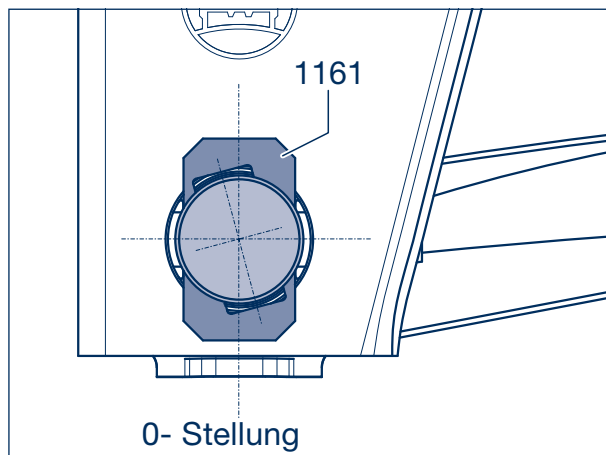

Bild 22
- [34] Wird eine Spurkorrektur erforderlich, müssen die Kulissenscheiben (1161) beidseitig, je nach Einspurrichtung, nach oben bzw. nach unten gleichmäßig mit leichten Hammerschlägen verschoben (Bild 22 und 23) werden.